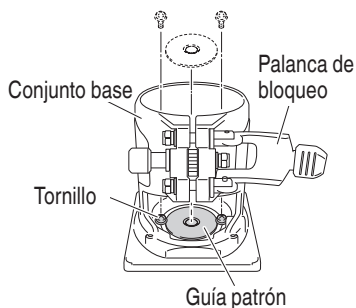

Fig. 15
- (1) Retire el conjunto de la base de la unidad principal.
(2) Instale la guía de la plantilla en la parte empotrada del conjunto de la base y fjela con dos tornillos. (Fig. 15)